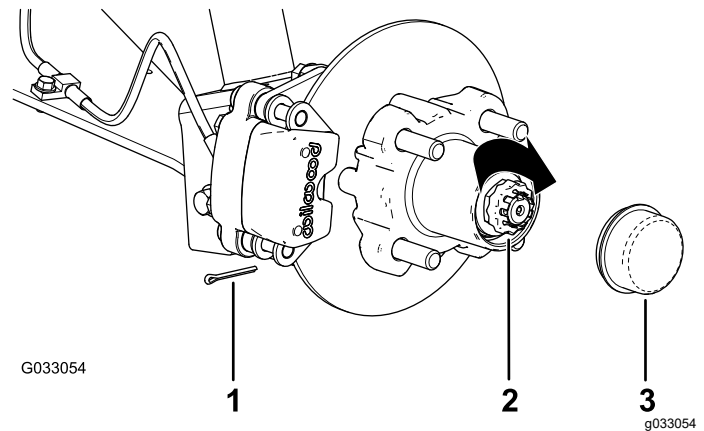

Figure 28
alignés afin de pouvoir insérer la goupille fendue (Figure 28).
9. Insérez la goupille fendue et repliez chacune de ses pattes autour de l'arrêt d'écrou (Figure 28).
10. Reposez le couvercle-moyeu sur le moyeu (Figure 28).